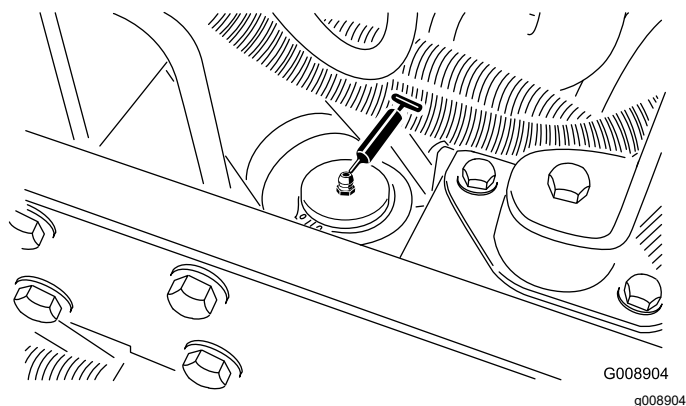

Figura 41
- Cilindro di sterzo (Figura 41)